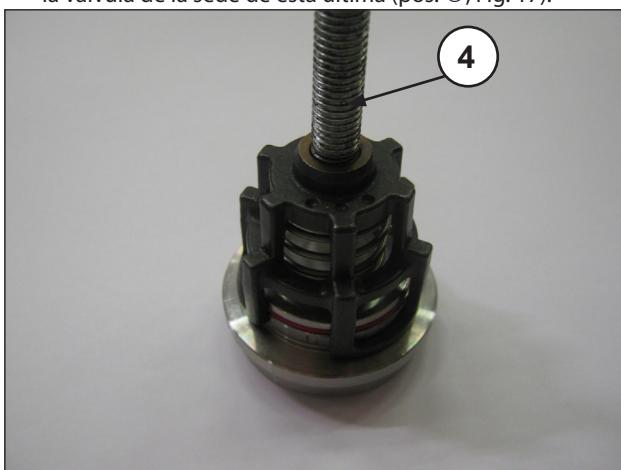

Fig. 17
- Desmontar los grupos de válvula de aspiración y envío atornillando un tornillo M10 lo suficientemente largo de modo de poder actuar sobre el platillo y extraer la guía de la válvula de la sede de esta última (pos. ④, Fig. 17).